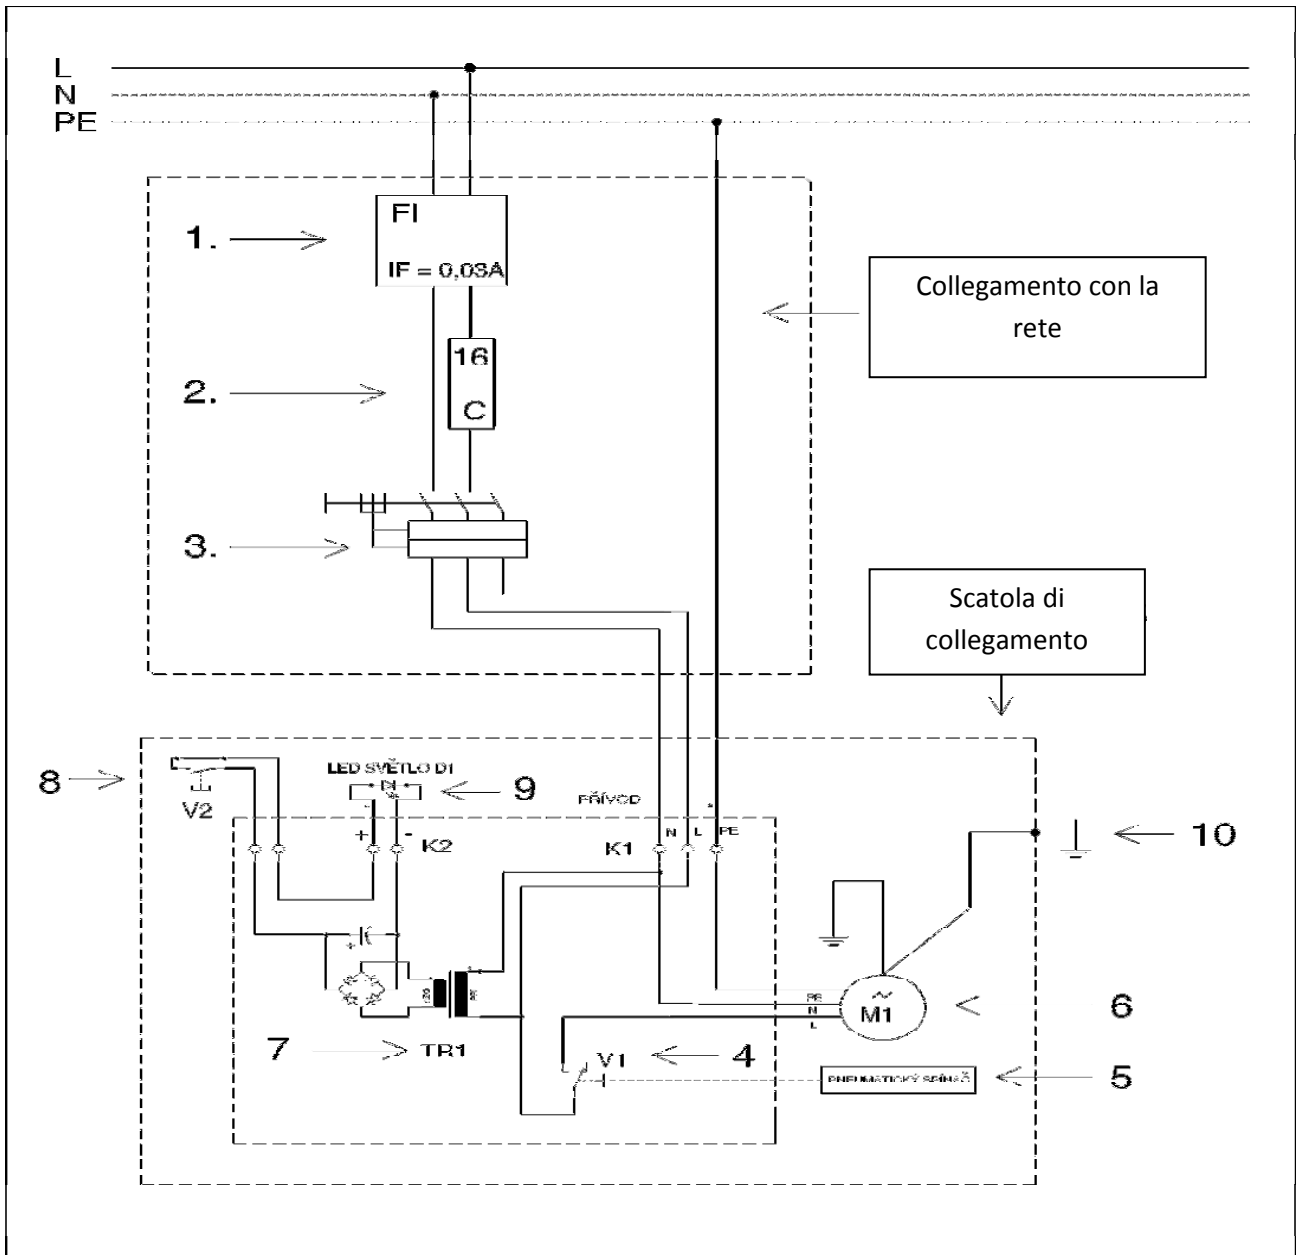

fig. 4
- Schema del collegamento elettrico (fig. 4)